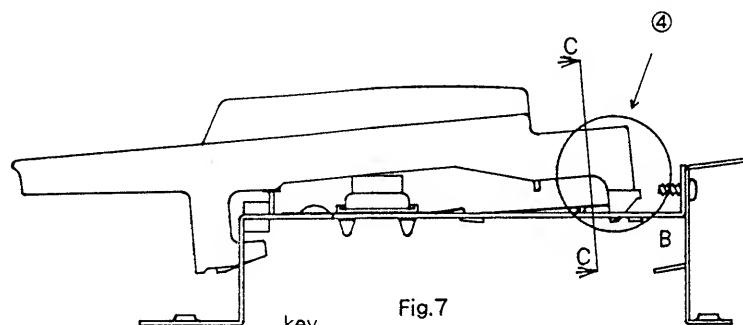
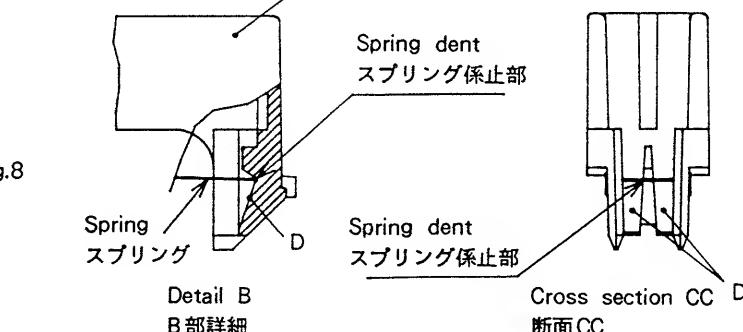

Fig.7
Fig.8
2. Referring to Fig.7 and Fig.8, fit the spring in the spring dent and press the key in the direction of ④.
2. Fig.8 に示すようにスプリングをスプリング係止部にあて、Fig.7 の方向④にキーを押し込む。
注) スプリングを Fig.8 に示すスプリング係止部に確実に係止させてください。スプリングが斜面Dに止まっていると、正常なキータッチが得られません。
Firmly rest the spring on the spring dent (Fig.8).